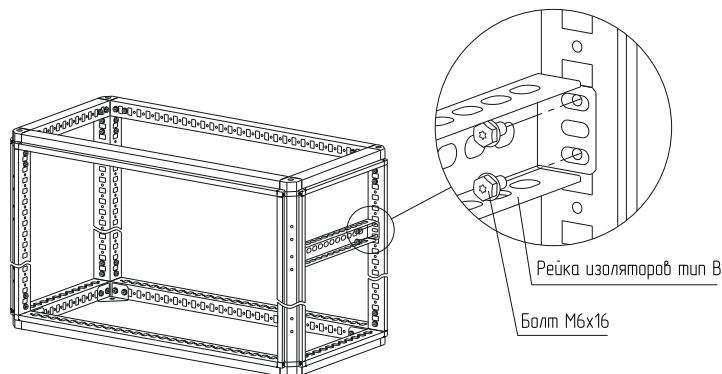

Рисунок 29
4.15.2 Установите рейку изоляторов тип В между стоек на нужной высоте и закрепите болтами М6х16 (рисунок 29). Момент затяжки – 7 Н·м. Болты приобретаются отдельно.